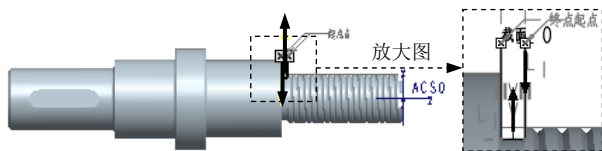

图 10.3.25 选择方向
Step7. 完成草绘后, 单击“草绘”操控板中的“确定”按钮, 单击轮廓线上的箭头调整其方向, 结果如图 10.3.25 所示, 然后单击按钮, 完成车削轮廓的创建。